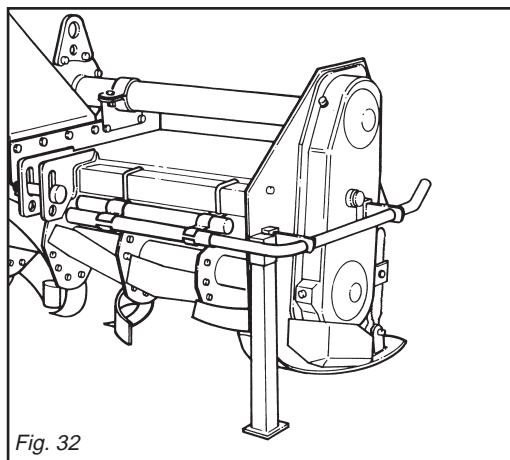

Fig. 32
- 1) Position the support foot as shown in the figure 32.
- 1) Den Stützfuß wie in Abb. 32 gezeigt anordnen.
- 1) Placer le pied d'appui (Fig. 32).